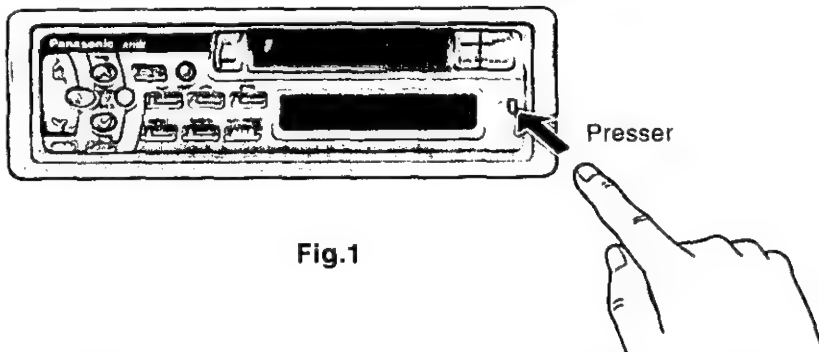

Fig.1
b) Retirer l'appareil en poussant deux leviers de blocage à l'aide de la plaque de démontage ⑧ dans l'ordre indiqué sur les figures 1 et 2.